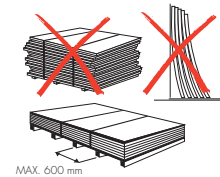

Fig. 6
- Plaats pallets en platen op een vlakke ondergrond die over het totale oppervlak ondersteuning biedt. (Fig 6)